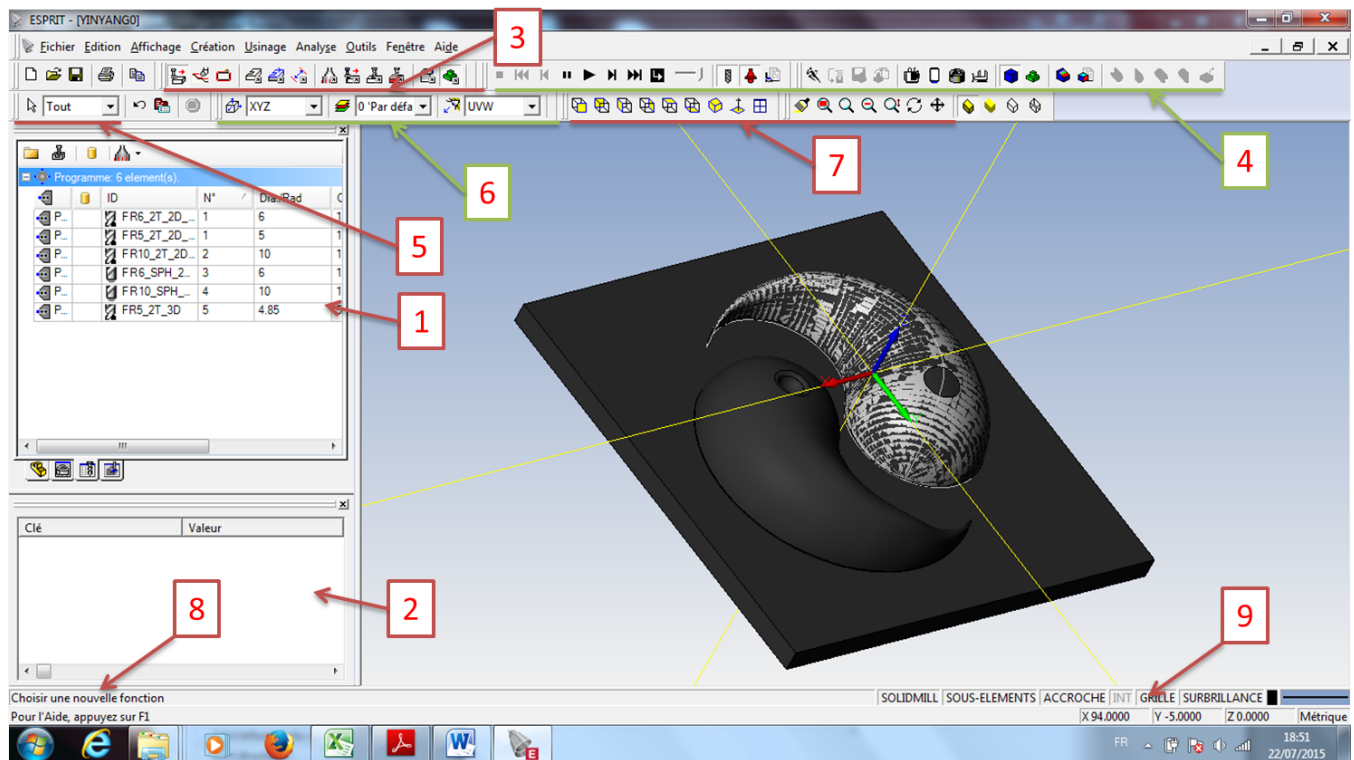
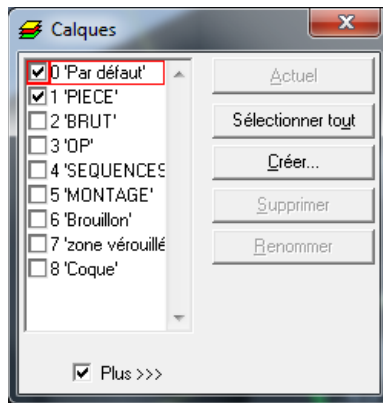

Fig 1: Exemple d'environnement de travail d'esprit2016
Fig 2: Fenêtre des Calques
Un exemple de configuration de l'environnement de travail d'esprit2016 est donné sur la Figure 1.
- Activer les options en bas à droite (9 sur la figure 1) :
- SmartToolbar « Basculer vers SolidMill » activée (3 sur Fig1).
- SmartToolbar Simulation (3 sur Fig1) -> Paramètres (4 sur Fig1) -> Détection de collision -> Complet
- SmartToolbar Simulation (3 sur Fig1) -> Paramètres (4 sur Fig1) -> Type de simulation -> Complet (Tolérance 0.1)
Les calques (6 sur Fig1) permettent une meilleure lisibilité. En appuyant sur l'icône « Calques », la fenêtre des calques apparaît (Fig 2). On peut choisir les éléments que l'on souhaite visibles sur la fenêtre de visualisation ainsi que le calque actif (encadré de rouge). Vous pouvez ainsi faire apparaître
Le repère de travail (6 sur Fig1) permet de modifier l'orientation de l'axe de l'outil par rapport à la pièce. En fraisage 3 axes, toujours utiliser XYZ avec Z direction de la broche.
L'interface de communication (8 sur Fig1) vous demande de sélectionner un élément : Sélectionner la Face à usiner « Face### »
- Suivre les indications de l'interface de communication (8 sur Fig 1). L'idée est de parcourir le contour en cliquant point – arc point arc ... dans le sens du parcours jusqu'à obtenir une séquence fermée. Une deuxième méthode serait de sélectionner les 4 segments (avec CTRL) et utiliser l'icône « séquence automatique ». Cette deuxième méthode est à utiliser sans l'icône sous-élément.